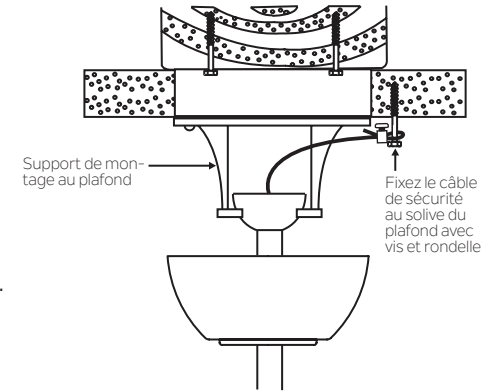

Fig. 11
**Étape 1.** Fixez la vis à bois et les rondelles fournies à la solive du plafond à côté du support de montage sans serrer. (Fig. 11)